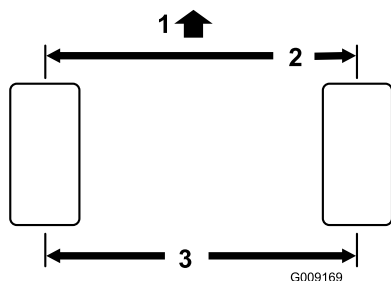

Figura 47
1. Mida la distancia entre centros (a la altura del eje) en la parte delantera y trasera de los neumáticos de dirección. La distancia delantera debe ser de 3 mm menos que la trasera (Figura 47).